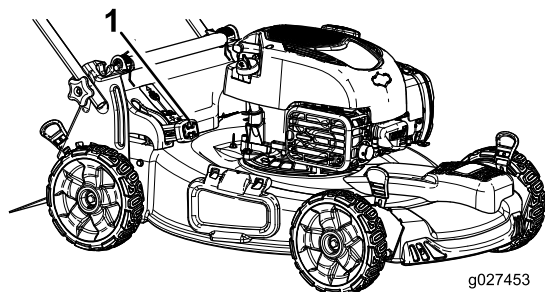

Figure 18
- Pour ramasser les déchets d'herbe et de feuilles, appuyez sur le bouton du levier de ramassage sur demande et déplacez le levier complètement en avant jusqu'à ce que le bouton ressorte (Figure 18).